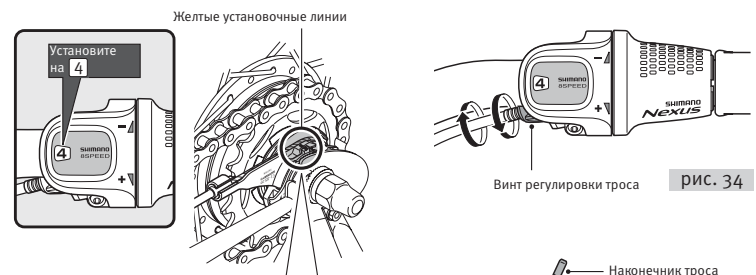

рис. 34
- 3.13.2. Если желтые установочные линии не совмещены, поверните винт регулировки троса на манетке Revo-shift, чтобы совместить линии. После этого переведите манетку Revo-shift еще раз из положения «4» в положение «1» и назад в положение «4», и после этого еще раз проверьте совмещение желтых установочных линий (рис. 34).